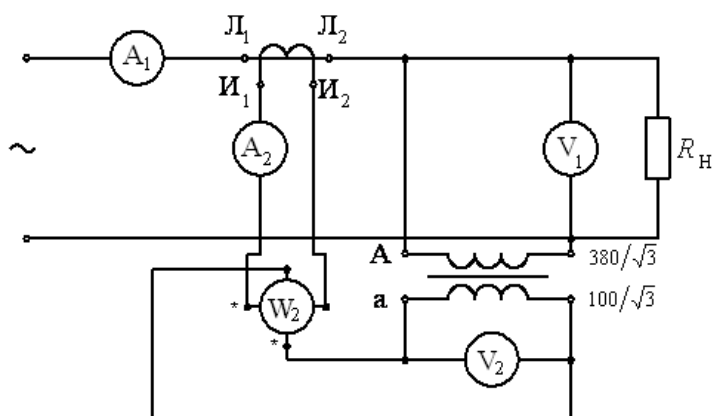

Рис. 5.3. Схема включения приборов с измерительными трансформаторами.
Собственные параметры отдельных катушек могут быть определены опытным путем по схеме трех приборов (амперметра + вольтметра + фазометра) (рис. 5.3):  $\underline{Z} = (U_V / I_A) \cdot e^{j\varphi} = R + jX$ , где  $U_V$ ,  $I_A$ ,  $\varphi$  – показания соответствующих измерительных приборов.
- Собрать электрическую цепь согласно рабочей схеме рис. 5.3 для экспериментального определения собственных параметров одной из катушек ( $R_0, X$ ). Установить в цепи произвольный режим. Измерить ток  $I$ , напряжение на входе  $U$  и фазный угол  $\varphi$ . Результаты измерений внести в табл.5.4. По данным измерений определить собственные параметры 1-й катушки  $\underline{Z} = (U_V/I_A) \cdot e^{j\varphi} = R_0 + jX$ , где  $U_V, I_A, \varphi$  – показания соответствующих измерительных приборов. Результаты расчета внести в табл. 5.4.
В установках высокого напряжения включение измерительных приборов осуществляется через измерительные трансформаторы тока и напряжения (рис. 5.3).
3. Собрать схему, изображённую на рис. 5.3. Определить погрешности, вносимые измерительными трансформаторами тока и напряжения. Результаты расчётов и наблюдений записать в табл. 5.3.